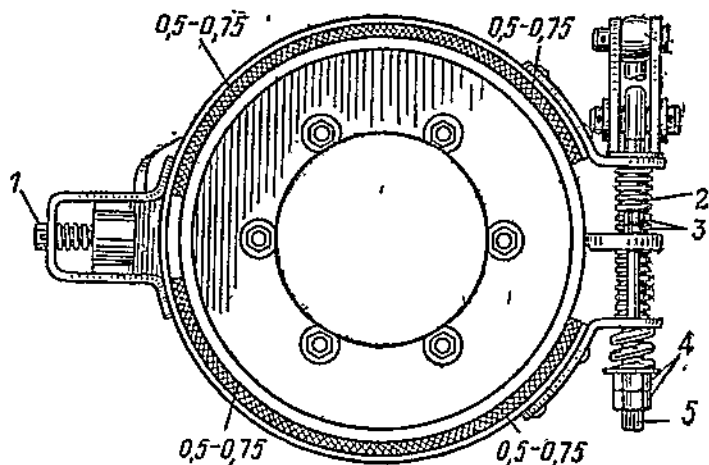

Рис. 45. Схема регулировки центрального тормоза:
2. Регулировочным болтом отрегулировать зазор между тормозными накладками и барабаном в пределах 0,5—0,75 мм (рис. 45).